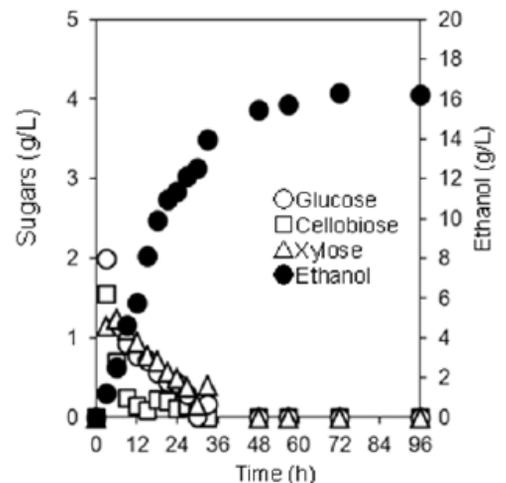

図1 前処理済み稲藁の低温性セルラーゼと改良型FSC3株による平行複発酵・亜塩素酸・重曹法による前処理・*Trichoderma reesei* MT957株産生の低温性セルラーゼによる糖化と融合酵母FSC3株による同時発酵
- 一連の研究の成果を組み合わせることで実験を行ったところ、エタノール生成は発酵48時間で完全に糖化された (図1)。エタノール収率は、0.324 (g/g-前処理済み稲藁) であった (前処理済み稲藁は、菌体増殖にも使われた)。